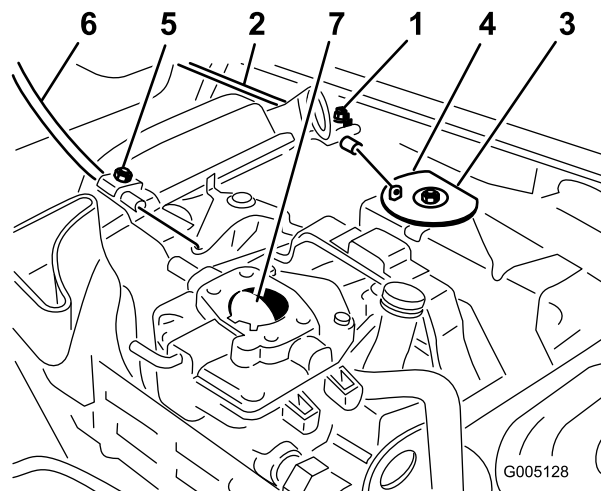

図 50
1. スロットル・ケーブルをエンジンに固定しているクランプのネジをゆるめる (図 50)。
3. スロットル・ケーブルを十分に引いて、スイベルの後部をストップに接触させる (図 50)。
1. スロットル・ケーブルをエンジンに固定しているクランプのネジをゆるめる(図 50)。
3. チョーク・ケーブルを十分に引いてチョークを完全に閉じ、その位置でクランプのネジを締める(図 50)。